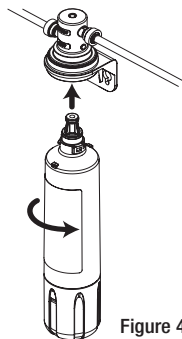

Figure 4
- Tel que décrit dans la section « Utilisation de raccords à pousser », insérer le tuyau bleu de l'adaptateur d'alimentation de 1/4 po dans le raccord ENTRÉE, tel qu'illustré à la figure 4.
- Après avoir installé le robinet en suivant les directives détaillées ci-dessous, insérer le tuyau bleu au robinet dans les raccords de SORTIE, tel qu'illustré à la figure 4.
- Aligner les guides de la nouvelle cartouche avec la tête et insérer la cartouche dans le module de tête. Tourner la cartouche filtrante dans le sens inverse des aiguilles d'une montre jusqu'à ce qu'elle rencontre une résistance (environ 1/4 de tour). Le filtre est maintenant installé. (Voir figure 4).